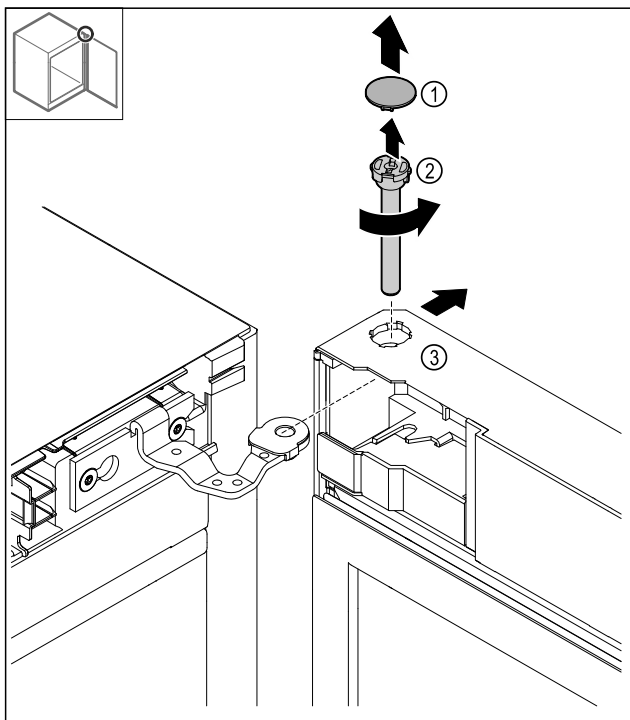

Fig. 19
- Снимите крышку Fig. 19 (1).
- Открутите палец Fig. 19 (2) против часовой стрелки и извлеките его.
- Немного отклоните дверь Fig. 19 (3).